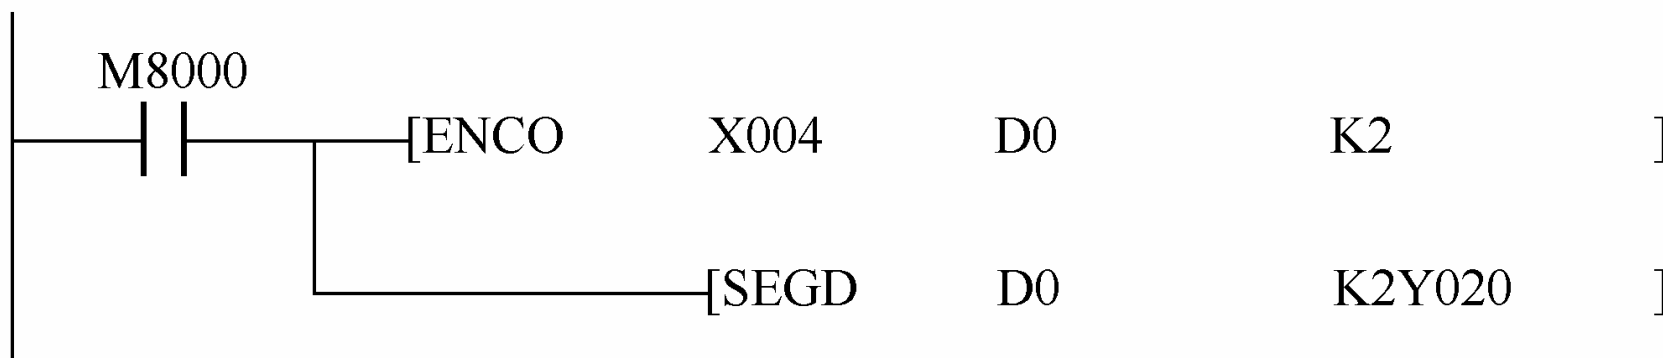

图9-33 轿厢位置显示梯形图
(4) 轿厢位置显示。轿厢位置用编码和译码指令通过七段数码管来显示，其梯形图如图9-33所示。